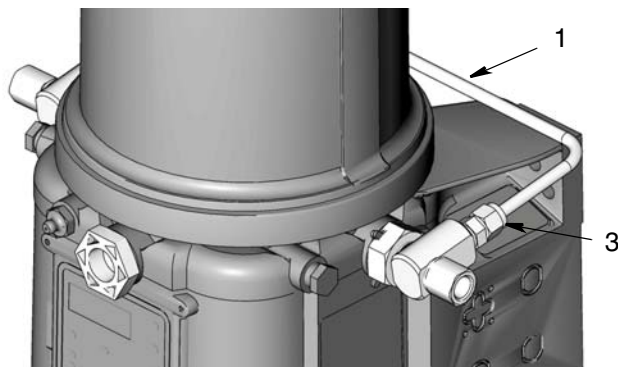

ABB. 5
10. Installieren Sie das Rohr (1) zwischen den zwei Ringstücken. Zum Anbringen dieses Rohres muss das Ringstück möglicherweise gelockert werden (ABB. 5).